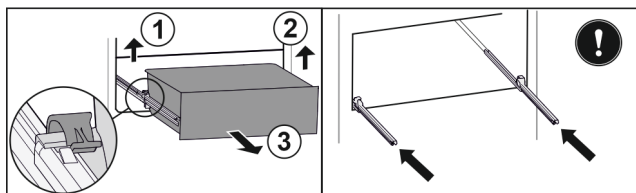

Fig. 90
- ▶ Ridicați clema din stânga și trageți concomitent sertarul din stânga spre înainte. Fig. 90 (1)
- ▶ Ridicați clema din dreapta și trageți concomitent sertarul din dreapta spre înainte. Fig. 90 (2)
- ▶ Extrageți sertarul spre înainte. Fig. 90 (3)